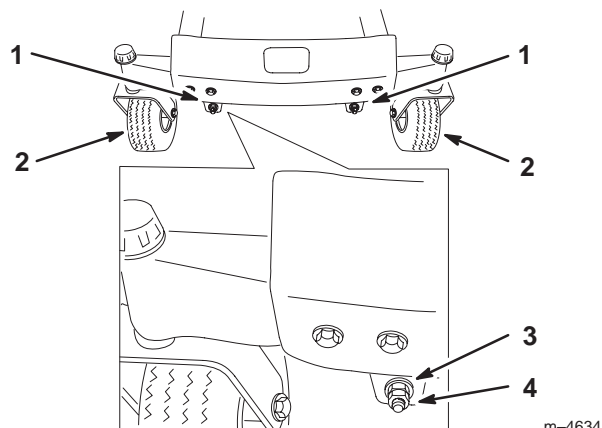

Figure 44
- Pour régler l'inclinaison avant/arrière des lames, retirez les contre-écrous et tournez les écrous de réglage à l'avant du plateau de coupe (Fig. 44).
- Après avoir réglé uniformément les deux écrous de réglage, contrôlez de nouveau l'inclinaison avant/arrière. Poursuivez le réglage des écrous jusqu'à ce que la pointe avant de la lame soit de 1,6 à 7,9 mm plus basse que la pointe arrière (Fig. 44).
Remarque : Après avoir réglé les écrous de réglage, vérifiez qu'aucune des tige de support ne présente de jeu (Fig. 46). Serrez l'une ou l'autre pour supprimer le jeu (Fig. 44).